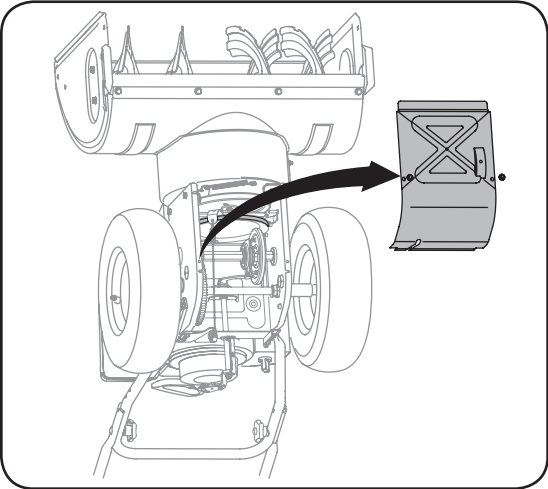

Figure 6-5
1. Basculez doucement la souffeuse vers l'avant pour la faire reposer sur l'habillage de la tarière. Voir la Figure 6-5.
2. Démontez le couvre-châssis du dessous de la souffeuse en retirant les quatre vis auto-taraudeuses qui le maintiennent en place. Voir la Figure 6-5.
2. Basculez doucement la souffieuse vers l'avant pour la faire reposer sur l'habitacle de la tarière. Voir la Figure 6-5.
2. Basculez doucement la souffluse vers l'avant pour la faire reposer sur l'habitacle de la tarière. Démontez le couvre-châssis du dessous de la souffluse en retirant les quatre vis auto-taraudeuses qui le maintiennent en place. Voir la Figure 6-5.